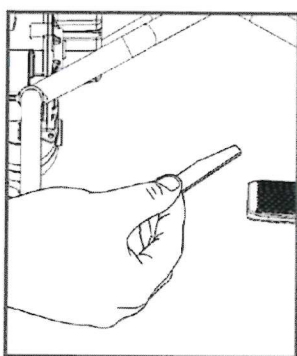

Fig. 20
- Étapes du pliage (voir fig. 20, 21 et 22)